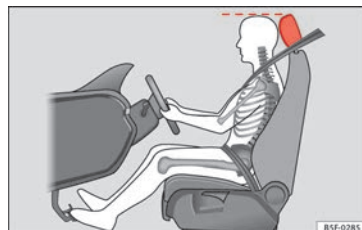

Fig. 47 Position correcte de l'appuie-tête du conducteur
- Réglez l'appui-tête de sorte que le bord supérieur de celui-ci soit à la même hauteur que la partie supérieure de votre tête » fig. 47.